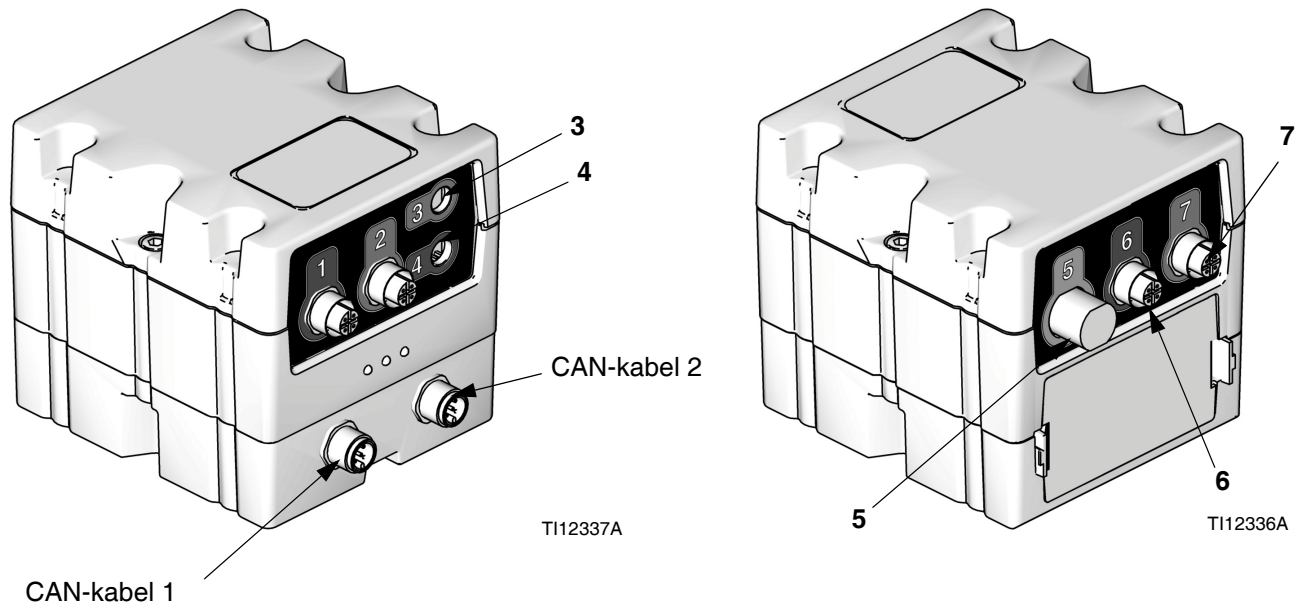

FIG. 7: FCM-sensorverbindingen
- Vloeistofregelaarmodule (K). Zie FIG. 7, pagina 13.
3. Vervang de bestaande kabel tussen de droogloopsensor (EE) en de FCM-connector (zie FIG. 7, pagina 13) met de droogloop-/laag niveausensor splitterkabel.